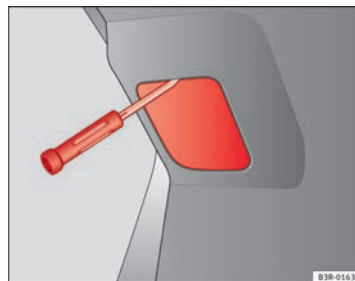

Fig. 215 Retirar la cubierta del portón del maletero
- Introduzca un destornillador desde arriba por la ranura ⇒ fig. 215 y extraiga la cubierta haciendo palanca.